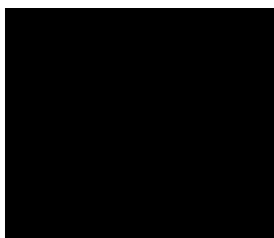

Рис. 33 Выключатель зажигания
- Выключатель зажигания переведите в положение «ON» (Включено) (Рис. 33).
При возникновении аварийной ситуации, для экстренной остановки двигателя переведите выключатель зажигания двигателя в положение «OFF» (Выключено) (Рис. 33).
4. Переведите выключатель зажигания в положение «OFF» (Выключено) (Рис. 33).